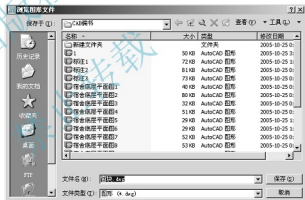

图 3.83 确定块名和存盘路径
(8) 在【目标】选项组中, 单击【浏览】按钮 , 打开【浏览图形文件】对话框, 确定该块的存盘位置并给该块命名, 如图 3.83 所示。单击【保存】按钮, 返回【写块】对话框。
(9) 单击【确定】按钮, 关闭【写块】对话框。